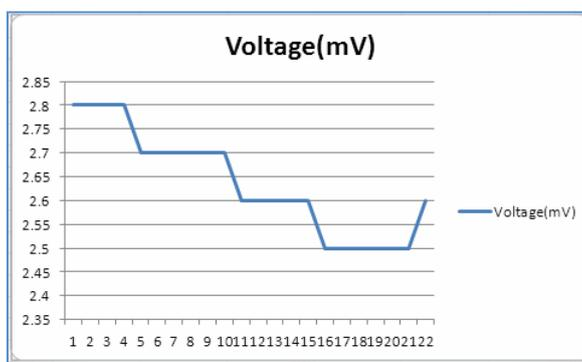

Figura 5-6
4. El gráfico se mostrará (ver *Figura 5-6*). Si deseas conservar el gráfico, guarda el archivo en formato XLS.